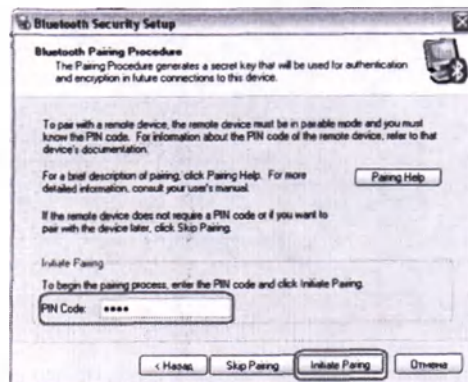

Рис. 20
8. В появившемся окне «Bluetooth Security Setup» введите в поле «PIN Code» код «0000» (четыре нуля) и нажмите кнопку «Initiate Pairing» (рис. 20).